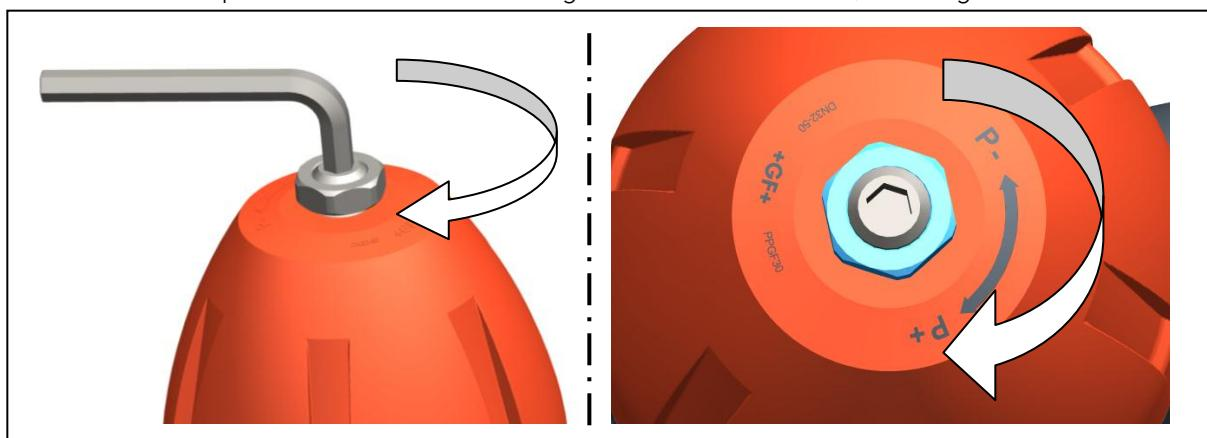

Fig. 4
- Pour augmenter la valeur de consigne : tendre le ressort. Pour ce faire, faire tourner le pivot dans le sens des aiguilles d'une montre, voir Fig. 4